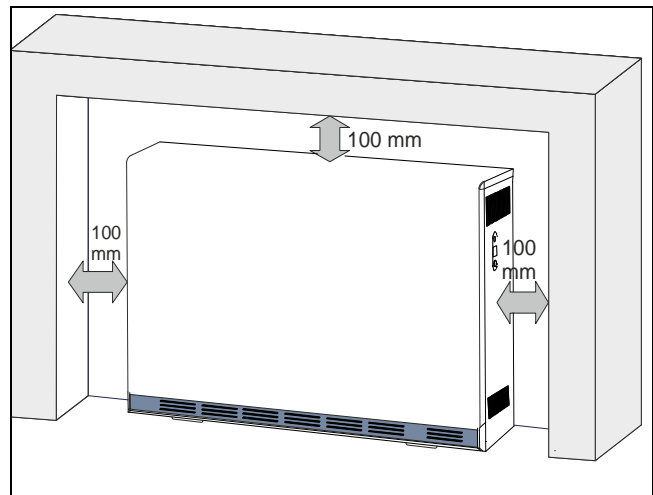

Abb.3: Seitliche Mindestabstände
- Die beschriebenen Mindestabstände sind einzuhalten. (Abb.3)